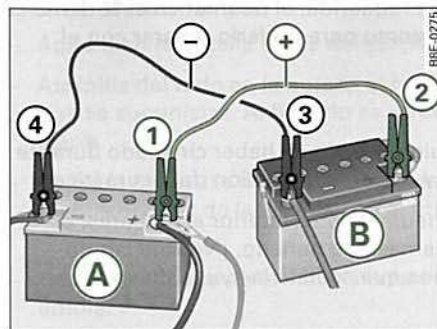

Fig. 241 Ayuda de arranque con la batería de otro vehículo: A – descargada, B – cargada
1. Fije un extremo en el polo positivo (1) ⇒ fig. 241 de la batería descargada (A).
2. Fije el otro extremo en el polo positivo (2) de la batería cargada (B).
Le rogamos que tenga en cuenta que el procedimiento de conexión de los cables de ayuda de arranque que está descrito más arriba tiene como fin que su vehículo obtenga ayuda de arranque. En el caso que sea su vehículo el que otorga ayuda de arranque, el cable de negativo (–) no se debería embornar al polo negativo de la batería descargada ⇒ *página 290, fig. 241*  sino a una pieza de metal maciza que esté atornillada al bloque motor o bien al mismo bloque motor. Si la batería del vehículo que recibe corriente no dispone de un respiradero hacia el exterior hay peligro de explosión por gas detonante. ■